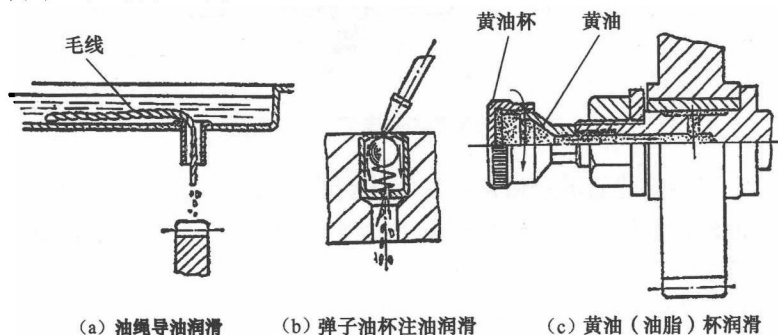

图 1-4 润滑的几种方式
(2) 溅油润滑。通常用于密封的箱体中,如车床的车头箱,它利用齿轮转动把润滑油飞溅到油槽中,然后输送到各处进行润滑。
(3) 油绳导油润滑。通常用于车床的走刀箱和拖板箱的油池中,它利用毛线吸油和渗油的能力,把机油慢慢地引到所需要的润滑处,见图 1-4 (a)。
(4) 弹子油杯注油润滑。通常用于尾座和中、小拖板手柄转动的轴承处。注油时,以油嘴把弹子掀下,滴入润滑油,见图 1-4 (b)。使用弹子油杯的目的,是为了防尘防屑。
(5) 黄油(油脂)杯润滑。通常用于车床挂轮架的中间轴。使用时,先在黄油杯中装满工业油脂,当拧进油杯盖时,油脂就挤进轴承套内,比加机油方便,见图 1-4 (c)。使用油脂润滑的另一特点是:存油期长,不需要每天加油。
(6) 油泵输油润滑。通常用于转速高,润滑油需要量大的机构中,如车床的车头箱一般都采用油泵输油润滑。